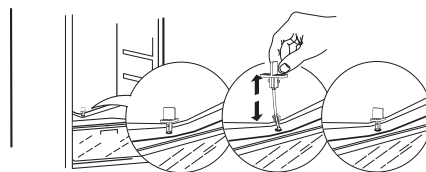

Fig. 1
- For å sikre riktig drenering av tinevann, brukes dreneringsfilteret fra monteringsposen regelmessig for å rengjøre tinevannsavløpet. Dette uttaket er plassert på bakveggen av kjølerommet (se fig. 1). Sørg alltid for at avløpsfilteret er satt inn i avløpsutløpet for å unngå blokkeringer forårsaket av smuss.